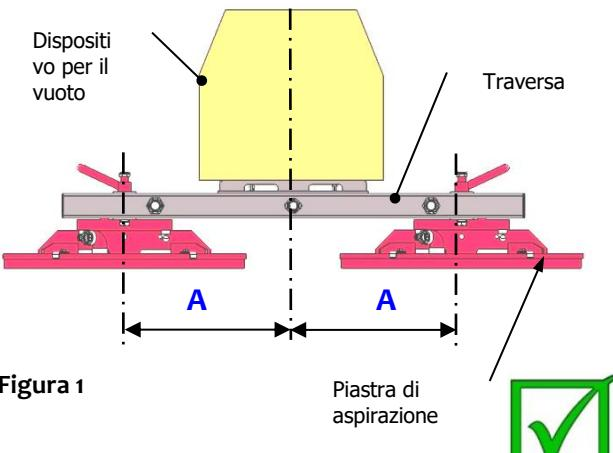

Figura 1
Le piastre di aspirazione devono avere sempre la stessa distanza (A) dall'asse centrale verticale della traversa (vedi figura 1).
- Agganciare saldamente entrambe le catene di fissaggio del carico sull'altro lato dell'unità, come mostrato nella figura 1. (Riporre le estremità della catena nelle scatole della catena).